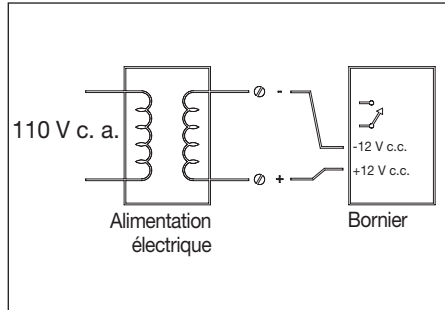

Figure 17
- Procéder au câblage (le fil est fourni par l'installateur. Du fil de thermostat est acceptable) entre le connecteur de la carte de circuit imprimé verte et l'alimentation électrique, en respectant la polarité, comme illustré sur le module d'alimentation et le panneau de contrôle. [+ vers + et - vers -] **Figure 17**